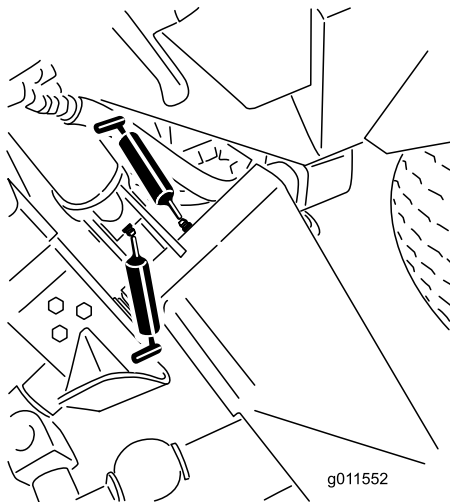
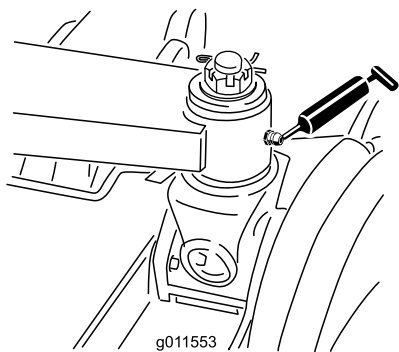

Figura 45
Figura 46
- Casquilhos do braço de elevação principal (6) (Figura 45 e Figura 46)